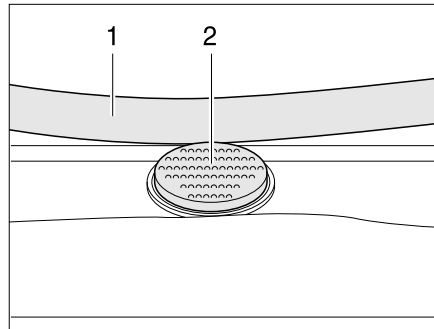

Fig. 43 Bouton de sûreté sur le lanterneau Heki
- Appuyer sur le bouton de sûreté (Fig. 43,2) et tirer l'étrier (Fig. 43,1) vers le bas avec les deux mains.
- Pousser l'étrier vers le haut avec les deux mains jusqu'à ce que ce dernier se trouve au-dessus du bouton de sûreté (Fig. 43,2).